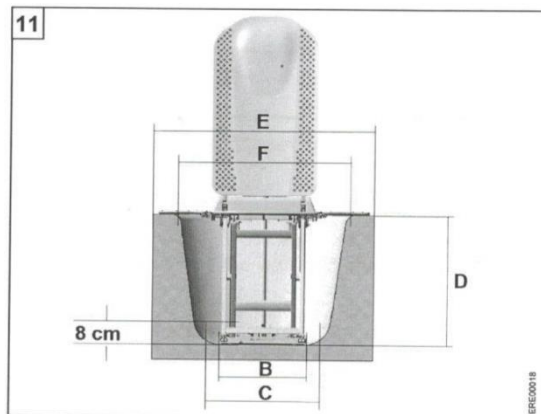

Рис. 6
1. Якщо на ванні встановлені ручки використовуйте дивертор для бокових панелей (див. Рис. 6).
2. Якщо висота ванни (внутрішня) перевищує 455 мм, використовуйте регулятор висоти (див. Рис. 6).